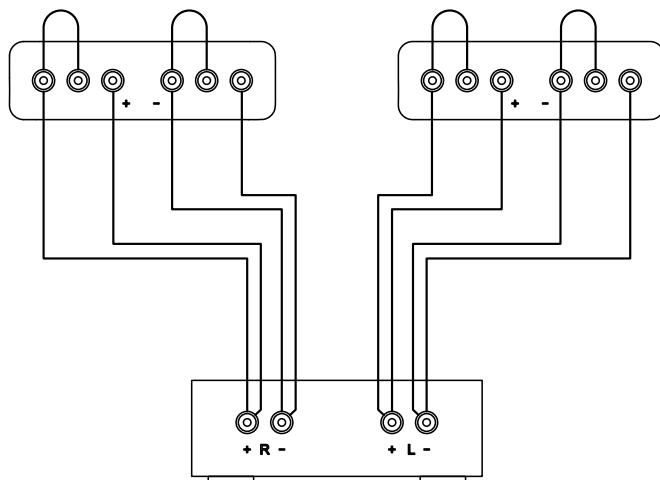

FIGURA 21 / FIGURE 21
- **Ipotesi 2:** rappresenta un'ulteriore interessante possibilità e prevede di alimentare con un cavo di potenza la sola sezione infra-grave e con l'altro cavo di potenza la sezione medio-acuta, sia anteriore che posteriore, unitamente alla sezione e grave. Si dovrà procedere al collegamento solo dopo aver "ponticellato" in maniera opportuna quest'ultime due sezioni, come esemplificato figura 21.